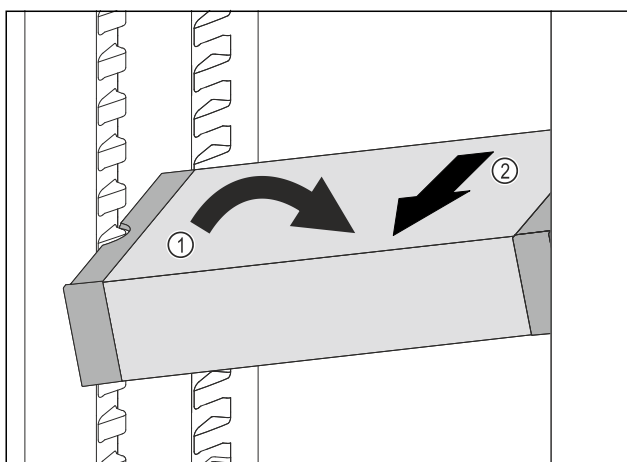

Fig. 116
- VarioSafe ustawić w chłodziarce pod skosem. Fig. 116 (1)
- VarioSafe wyjąć do przodu. Fig. 116 (2)